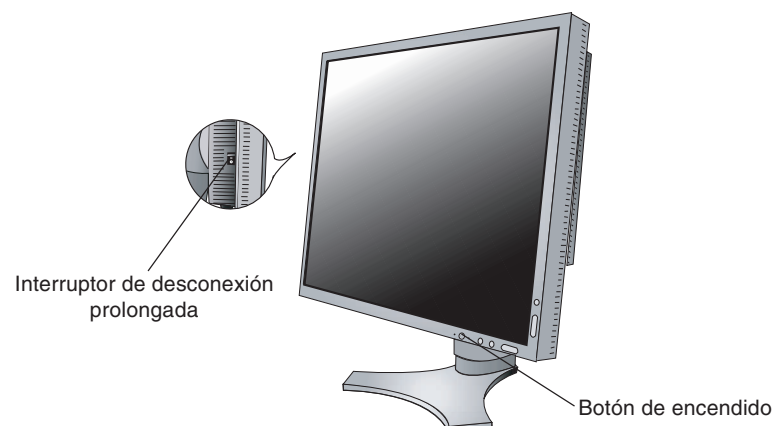

Figura E.1
9. El interruptor de desconexión prolongada que hay a la izquierda del monitor debe estar encendido. Encienda el monitor y el ordenador con el botón de encendido (figura E.1).